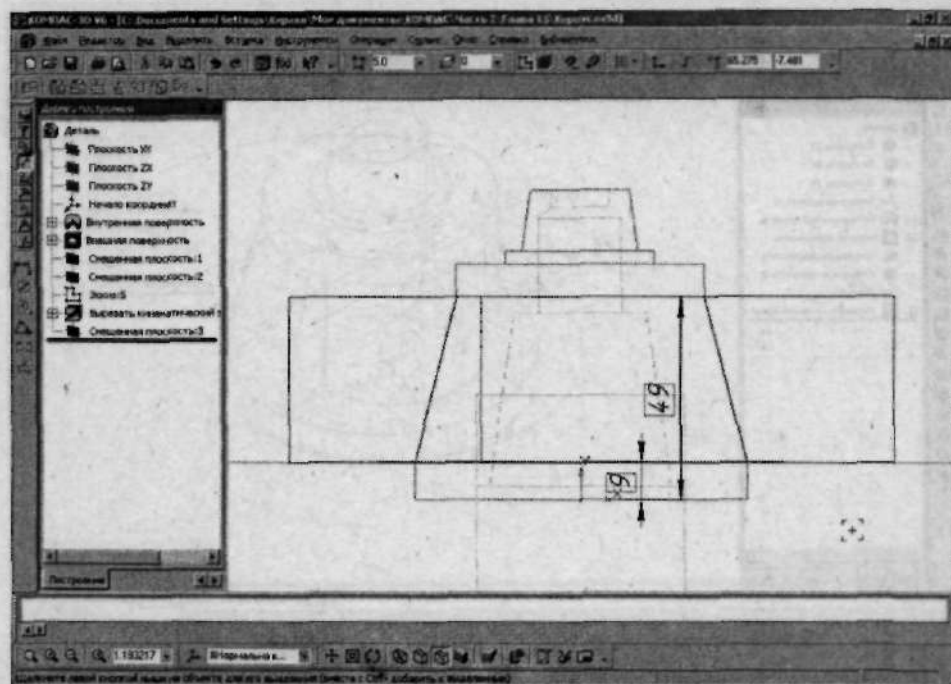

Рис. 2.186. Для создания выреза выполните эскиз
20. В построенной плоскости создайте эскиз, показанный на рис. 2.186.